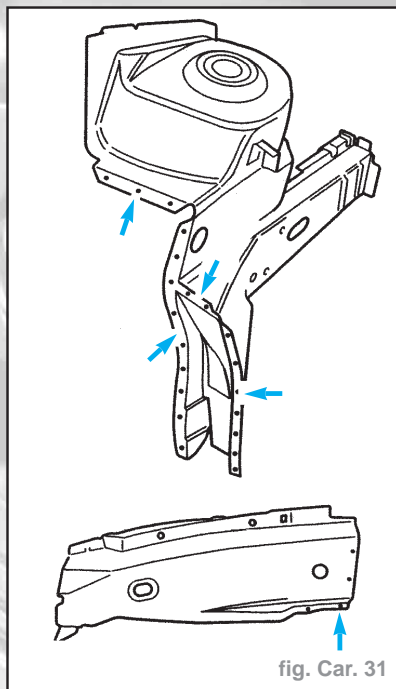

fig. Car. 31
- réaliser le perçage en vue de la liaison par bouchonnage (fig. Car. 31).